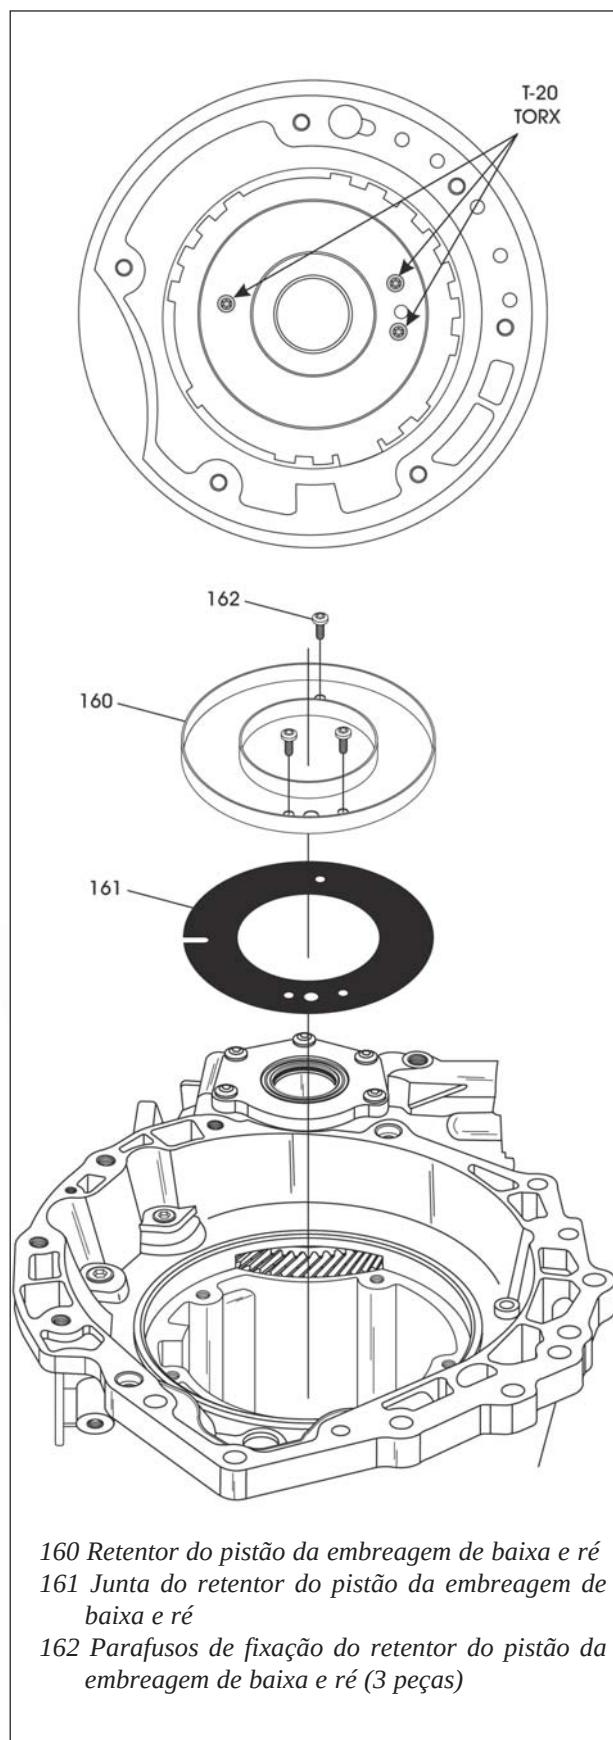

Figura 81
76. Remova os três parafusos torx que fixam o retentor do pistão da embreagem de baixa e ré utilizando uma chave torx T20, conforme mostra a figura 81.
77. Remova e descarte o retentor do pistão da embreagem de baixa e ré, conforme mostra a figura 81.
78. Remova e descarte a junta do retentor do pistão da embreagem de baixa e ré, conforme indica a figura 81.